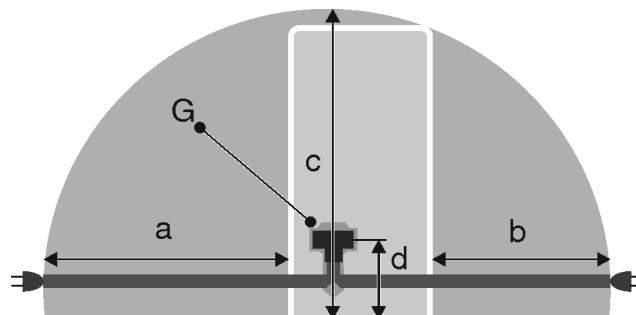

Fig. 55 Kombinace chladničky s mrazničkou / mrazničky / celoprostorové spotřebiče BioFresh*
- Zásuvka není umístěna za přístrojem, nýbrž v oblastech a nebo b *Fig. 55 (a, b, c)*.
- ▶ Zástrčku spotřebiče *Fig. 55 (G)* zastrčte na zadní straně spotřebiče. Dávejte pozor na správné zaklesnutí.